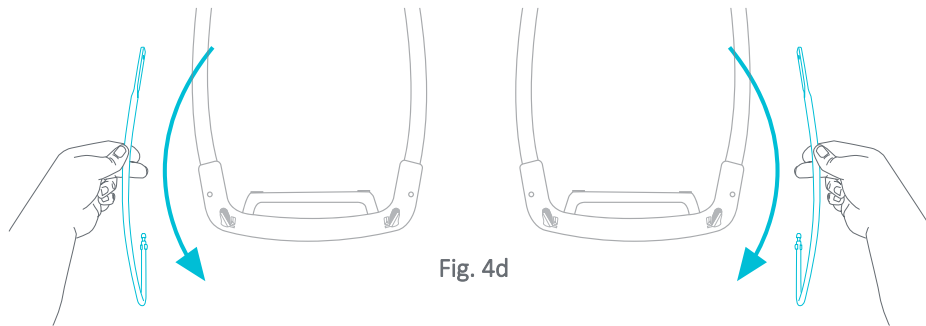

Fig. 4d
**REMARQUE :** Les tube du cadre de base doivent être courbés vers l'intérieur vers la base pour une installation correcte (Fig. 4d).